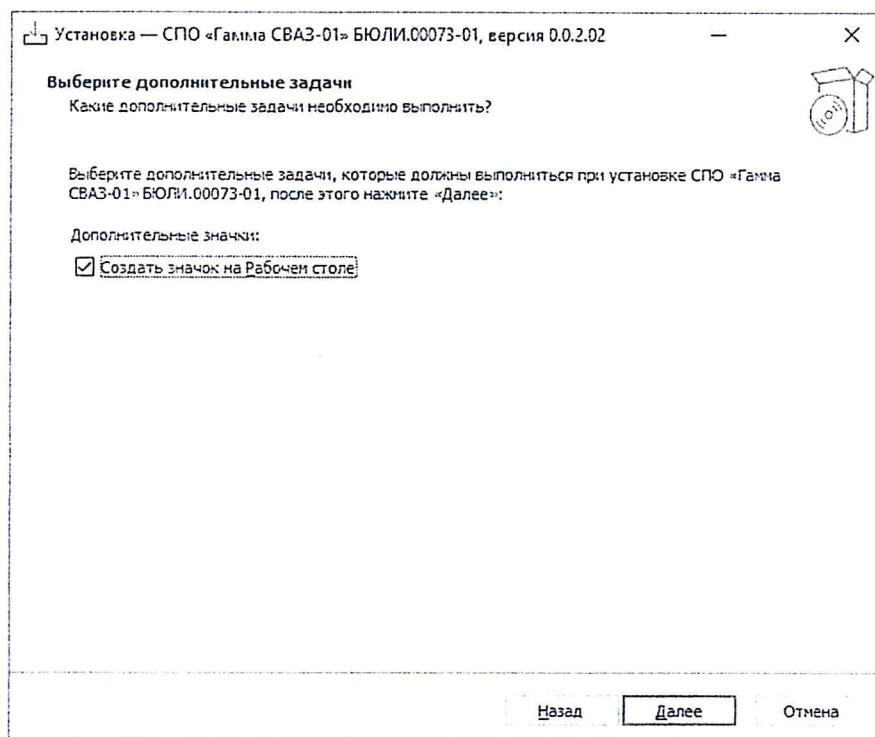

Рисунок 23— Окно «Выбор дополнительных задач»
– в окне выбора дополнительных задач установить чек-бокс в строке «Создать значок на Рабочем столе» и нажать кнопку «Далее» (рисунок 23);